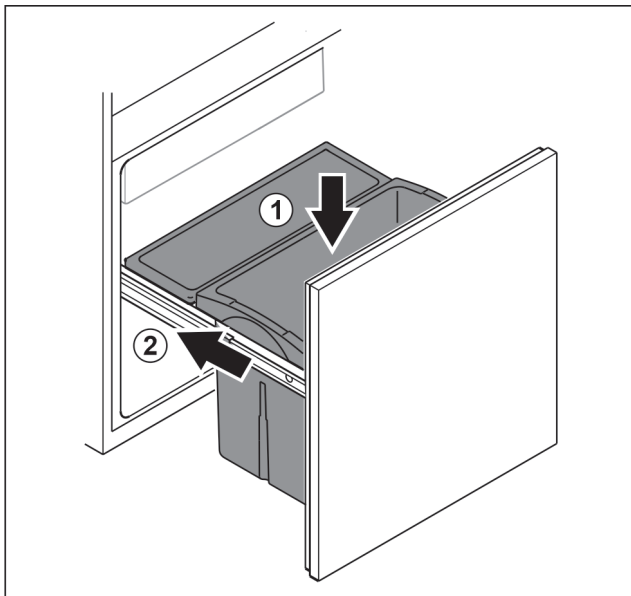

Fig. 88
- ▶ Schubfach von oben einsetzen. Fig. 88 (1)
- ▶ Auszugswagen einschieben. Fig. 88 (2)